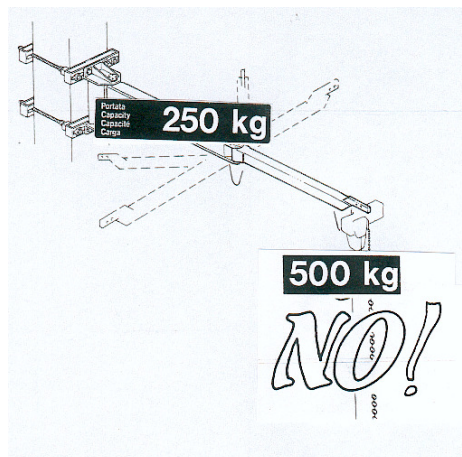

fig.13
3. Les caractéristiques de l'unité de levage (palan), au cas où elle ne ferait pas partie de la fourniture, sont compatibles avec celles de la potence (voir point 2.2.7) en ce qui concerne : (fig.13)